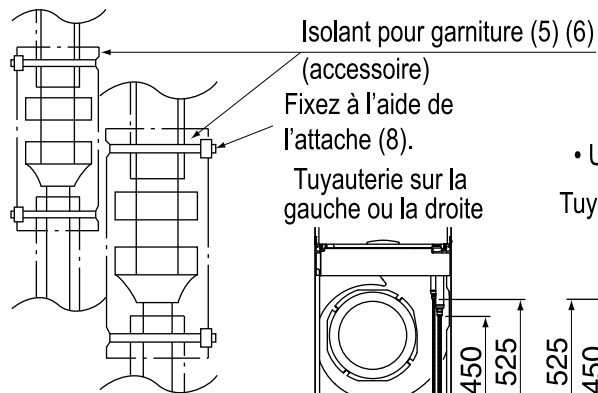

Fig. 13
- Une fois l'absence de fuites au niveau du raccord de tuyauterie vérifiée, procédez à l'isolation thermique (**reportez-vous à la fig. 13**).
- Procédez à l'isolation thermique des tuyaux de liquide et de gaz à l'aide de l'isolation fourni pour les raccords (5) et (6) (serrez les deux extrémités de l'isolation pour les raccords (5) et (6) avec l'attache (8)).